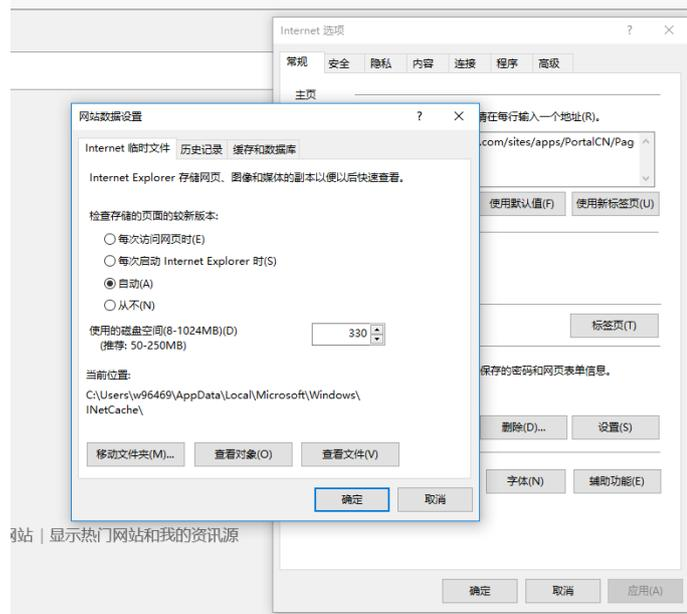

图3-25 选择连接页签
双击 IE 图标运行该软件，点击菜单工具→Internet 选项，点击常规页签中的设置 (S)，将检查所存网页的较新版本选择为每次访问网页时 (E) 检查，如图 3-25 所示：